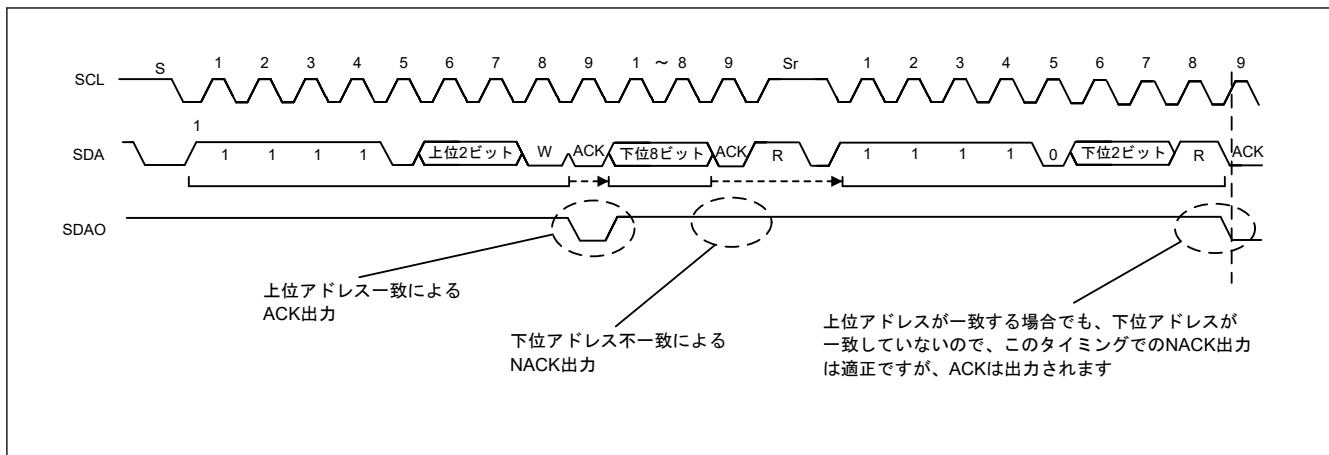

図 25.31 スレーブ送信 (10 ビットアドレスフォーマット)
- 回避策：本モジュールに割り当てられた 10 ビットアドレスの上位 2 ビットを、他のスレーブと異なる値に設定してください。アドレスが使い果たされて異なる値に設定できない場合、制限 (1) を適用してください。
- 制限 (1)：10 ビットアドレスを使用しません。
- 制限 (2)：図 25.31 における最終 ACK 応答後に、スレーブはデータに応答しません。よって、SDA は High レベルを維持し、I2C マスタは 0xFF データを受信します。0xFF を異常データとして処理可能なシステムでは、I2C マスタ側で 0xFF が読み出され、破棄されます。0xFF が有効データの場合、制限 (1) が適用されます。